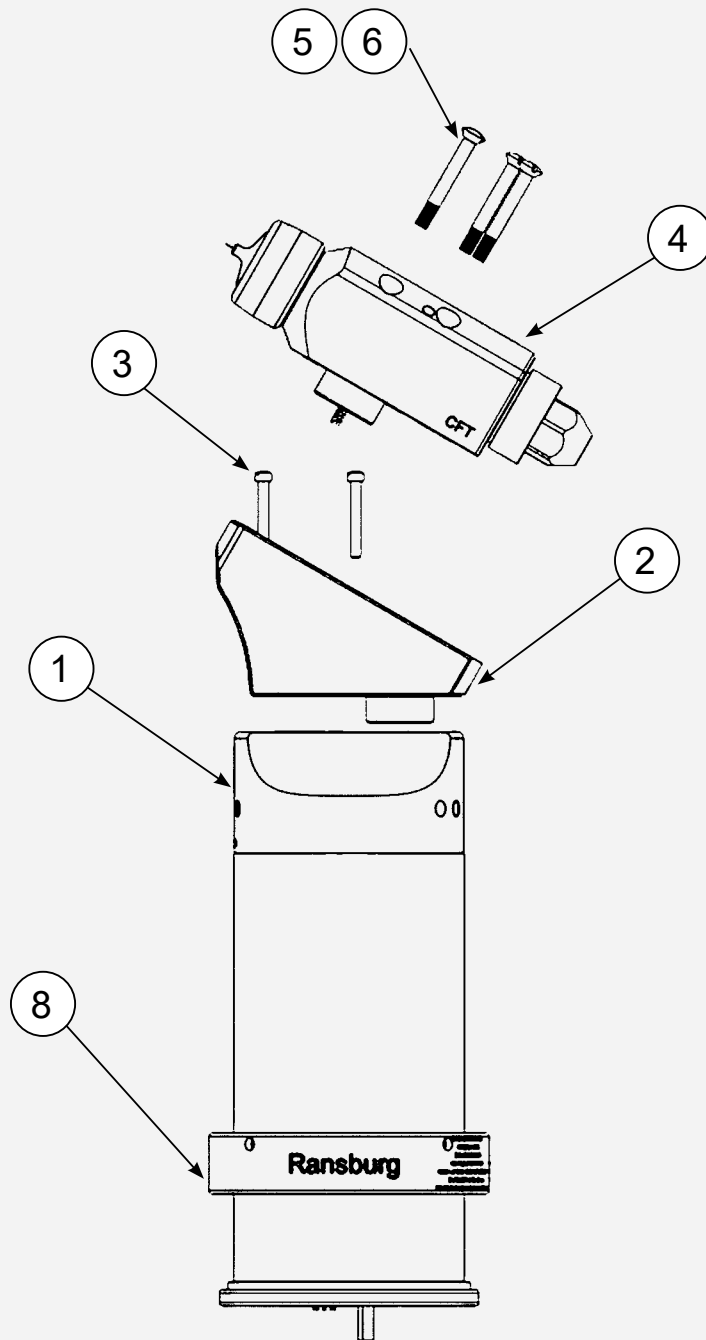

Figure 16 : Ensemble applicateur **monotête** 60° à purge double Evolver série 500
15. Remonter la tête de pulvérisation sur le bloc collecteur en alignant la fiche de raccordement sur une cavité du bloc de montage, et fixer à l'aide de quatre boulons, comme indiqué dans la **Figure 16**.
ENSEMBLE APPLICATEUR PULVÉRISATEUR A13758 - LISTE DE PIÈCES (Figure 16)